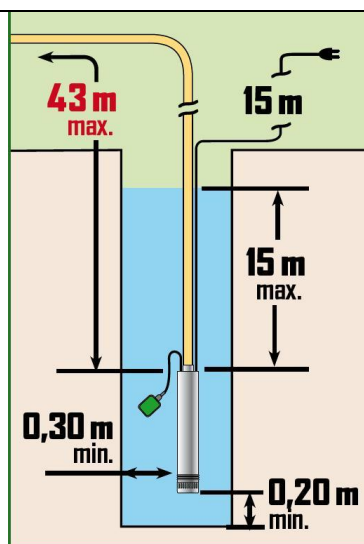

Fig.2
4.7.1- Uso con galleggiante attivo (Fig.2)